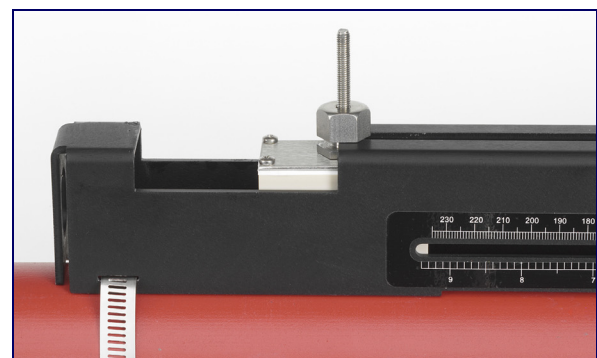

Figure 2.10
9. En suivant la méthode précédemment décrite pour insérer le transducteur en aval, faire descendre précautionneusement le transducteur et le câble à travers l'ouverture rectangulaire jusqu'à ce que les créniaux situés sur le côté de la vis du transducteur soient alignés avec les bords supérieurs du rail de guidage (Figure 2.10).